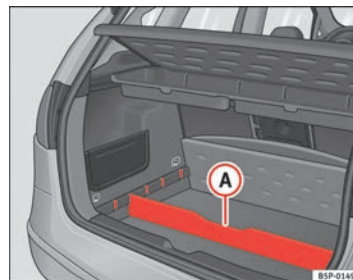

Abb. 107 Trennelement des Gepäckraumbodens ▶
- Das Trennelement **A** ⇒ Seite 153, Abb. 107 je nach Größe der zu transportierenden Gegenstände in die seitlichen Schlitzlöcher einsetzen. Unter dem Fach befinden sich das Bordwerkzeug und das Reserverad.